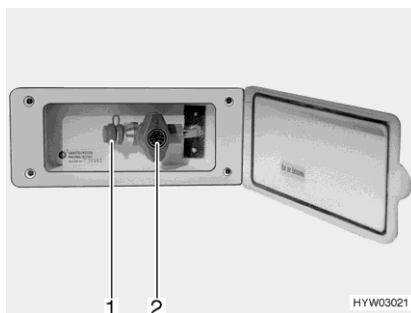

Bild 126 Extern gasanslutning (gasavstängningsventilen stängd)
- Anslut den externa gasapparaten till anslutningar (Bild 126,1).
- Öppna gasavstängningsventilen (Bild 126,2).